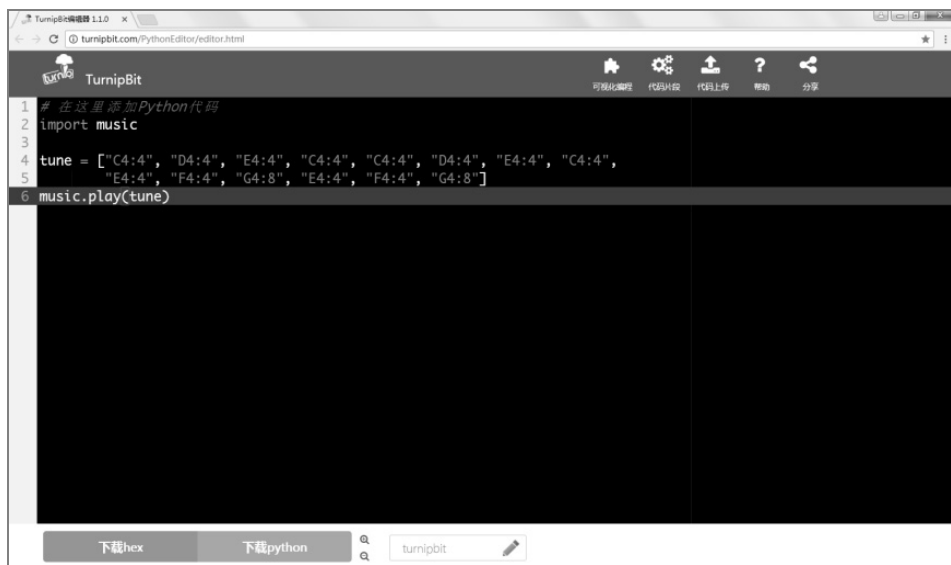

图 9-16 播放自定义音乐的代码
① 打开 TurnipBit 编辑器（网址为 <http://turnipbit.com/PythonEditor/editor.html>），这次需要使用代码编程界面完成自定义音乐的播放，将如下代码复制到代码器中，如图 9-16 所示。